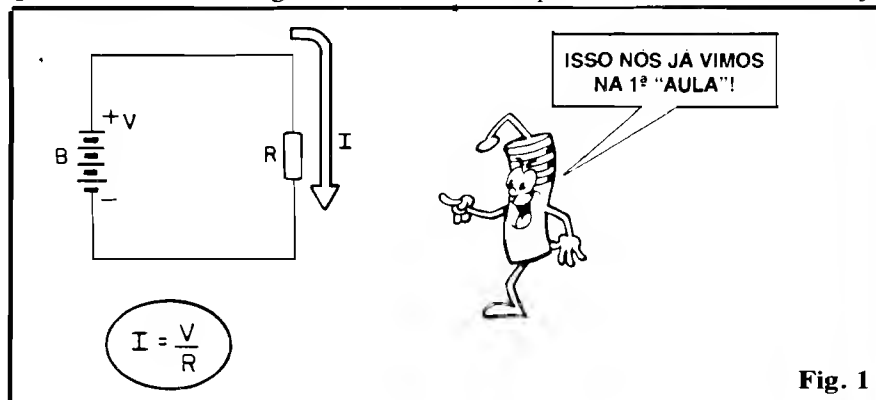

Fig. 1
- FIG. 1 - Recordando: um Resistor comum, "fixo", "R", submetido a uma Tensão "V", proveniente - por exemplo - de pilhas ou bateria "B", é automaticamente percorrido por uma Corrente "I", cujo valor ou "tamanho" (em Ampères) é rigidamente determinado pela Tensão "V" (em Volts) dividida pela Resistência "R" (em Ohms). Supondo então que a bateria B da figura mostra 9V em seus terminais, e sabendo que o Resistor R tem um valor ôhmico de 100, temos **certeza** de que a Corrente I tem o valor de 90mA (0,09A). Se alguém aí "duvida", é só "fazer a conta"... Essa "certeza" baseia-se no fato, principalmente, do Resistor ter um valor "imutável", ou seja: ele é construído, como componente, para **NÃO SOFRER** influências externas, mantendo seu valor com bastante rigidez e precisão, sob quaisquer das circunstâncias previsíveis - que tenha que "enfrentar"! NA VERDADE, o valor ôhmico de R varia, sim, devido a fatores como: a TEMPERATURA, a PRESSÃO (exercida sobre ele pelo meio/fluido onde esteja,